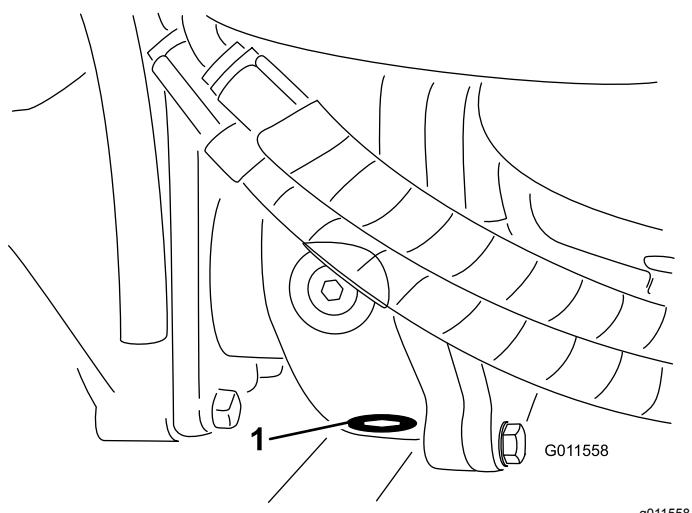

Figure 109
5. Nettoyez la surface autour du bouchon de vidange au fond du boîtier d'engrenages (Figure 109).